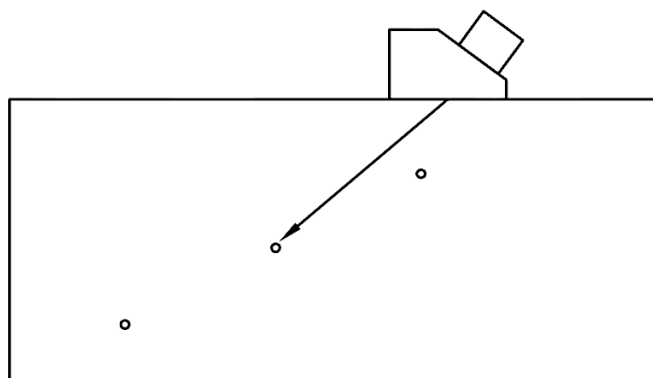
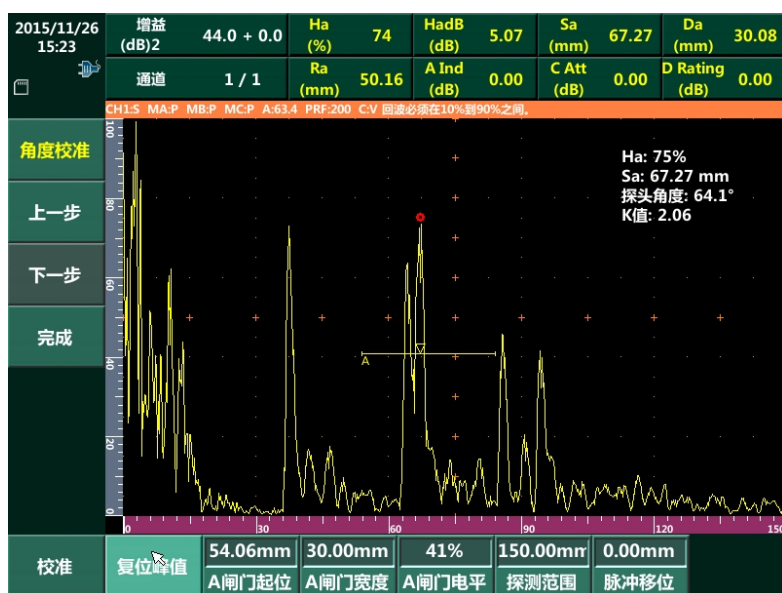

图 2-22 角度校准试块
图 2-25 校准试块
示例使用深度为 30mm，直径为 3mm 的横通孔试块，如图 2-22 所示。以频率为 2.5MHz 的斜探头为例介绍角度校准操作方法。
- 3) 将探头放置在试块上,如图 2-22 所示。若未进行过声速校准,则点击“菜单”,根据使用的探头和试块设置“材料类型”和“材料声速”;否则调节“闸门起位”和“闸门宽度”使回波从闸门中心穿过,来回移动探头,直到屏幕红色圆圈位置不再更新,此时探头的角度信息显示在屏幕右上角,如图 2-25 所示。